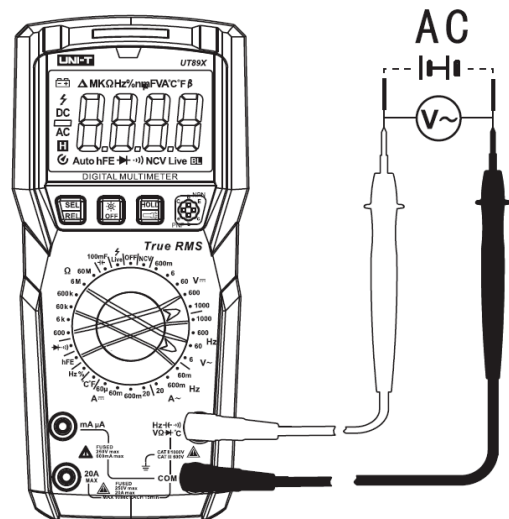

Рисунок 4
9.2 Измерение переменного напряжения (Рисунок 4)